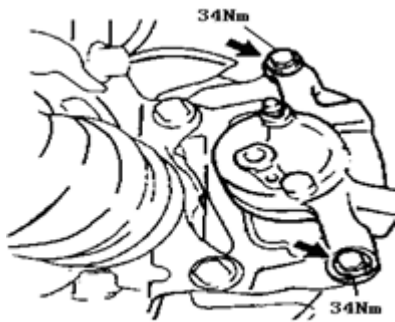

图 3-21
(1) 用2个螺栓安装前盘式制动分泵，如图3-21所示。拧紧力矩： $34\text{N}\cdot\text{m}$ 。
(2) 用空心螺栓安装新垫片和软管，拧紧力矩： $30\text{N}\cdot\text{m}$ 。注意：要将软管可靠地紧固在制动分泵的锁止孔内。